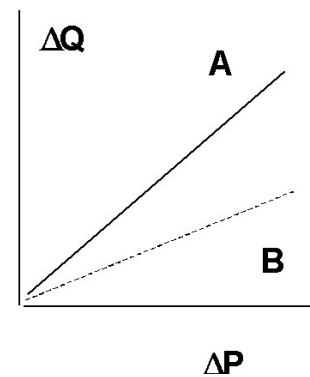
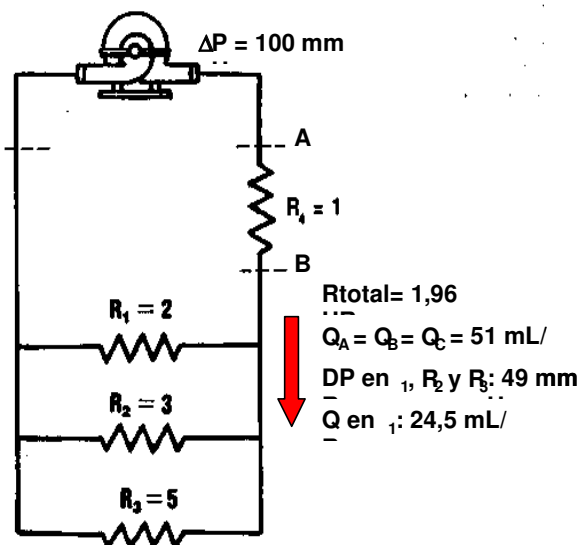

Fig. 9.19 El caudal o flujo disminuye al aumentar la viscosidad.
Fig. 9.24 Efecto del agregado de una resistencia en serie (R_4) al circuito de la Fig. 9.19 a)
b) **viscosidad:** se define como la oposición que presenta el líquido a fluir. En la Fig. 9.19 muestra la gráfica de dos líquidos, A y B que fluyen por el mismo tubo a la misma diferencia de presión: el líquido B tiene más viscosidad que A. Un líquido que fluye a velocidades moderadas puede ser considerado como formado por numerosas capas o láminas superpuestas y que **deslizan** una con respecto a otra (**flujo laminar**) (Fig., 9.20). Las láminas más cercanas al eje del tubo circulan con una velocidad mayor que las periféricas. El retraso o diferencia de velocidades será tanto mayor cuanto mayor sea la viscosidad del líquido.
c) Agregado de una resistencia en serie. En el circuito de la Fig. 9.24 hay una resistencia R_4 , de 1 UR colocada **en serie** en un circuito similar al de la Fig.9.19 a). Ahora la resistencia total será la suma de R_4 y la resistencia total del circuito en paralelo:
éste como **uno** de los factores que hacen que la medida de la viscosidad cambie con el radio del tubo en que fue realizada. En un líquido homogéneo como el agua se puede esperar que la viscosidad sea la misma a cualquier velocidad y un gráfico P vs Q como el de la Fig. 9.19 sea una recta y se dirá que es un **líquido newtoniano**. Por lo señalado más arriba, la sangre debería ser considerada como un líquido **no-newtoniano**, ya que la viscosidad no siempre es la misma y la pendiente irá cambiando. Sin embargo, para presiones dentro del rango fisiológico y para vasos de un diámetro mayor a los 0,5 mm, la sangre *se comporta* como si fuera un líquido newtoniano y, para hematocritos del 45%, se suele aceptar como de viscosidad constante y con η 3 a 4 veces superiores al del agua. En estas condiciones (¡por suerte!) se acepta que se puede aplicar la ley de Poiseuille. ¿Por qué "newtoniano" y "no-newtoniano"? Porque **Isaac Newton** (1643 - 1727) estableció la ley de la viscosidad en la que el deslizamiento de las láminas que compondrían un fluido sería proporcional a la fuerza impulsora (presión)